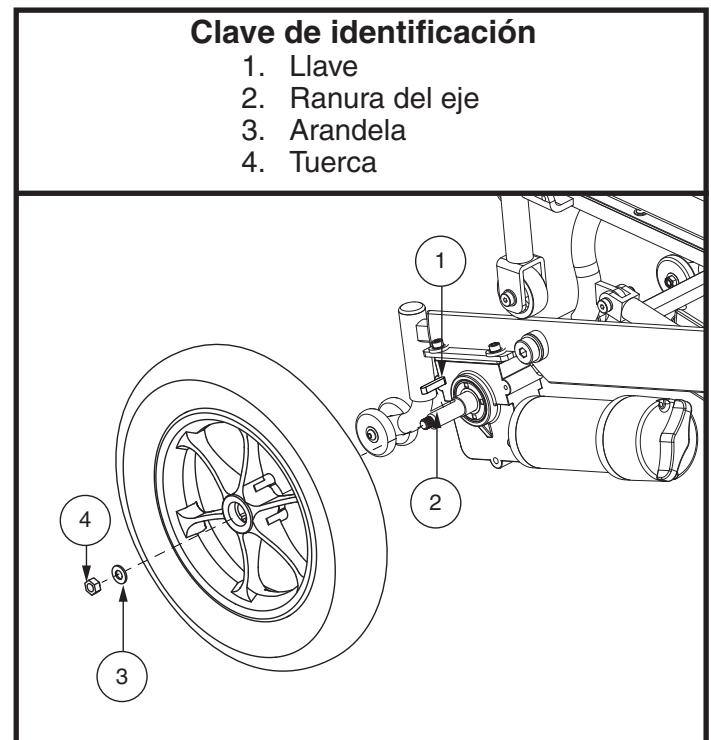

Figura 14. Rueda motriz
3. Retire la tuerca de la rueda motriz de su cubo. **Vea la figura 14.**